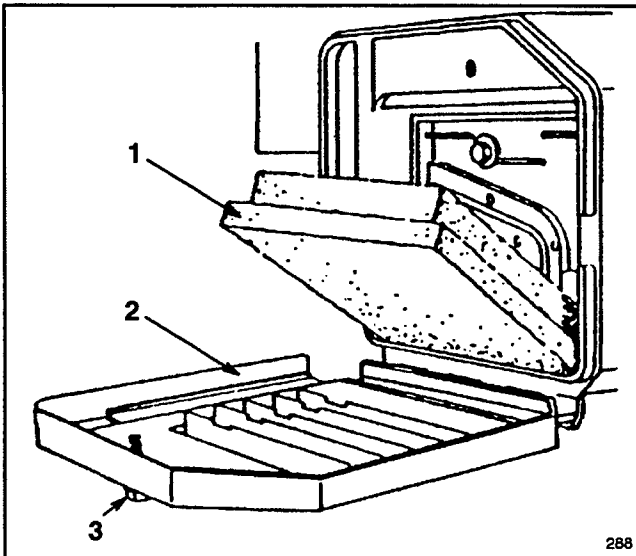

Figure 19
2. Dévisser le bouton de fixation jusqu'à ce que le couvercle puisse être retiré. Nettoyer le couvercle soigneusement (Fig. 19).
3. Si l'élément en mousse est encrassé, le retirer du boîtier de filtre à air (Fig. 19), et le nettoyer soigneusement.